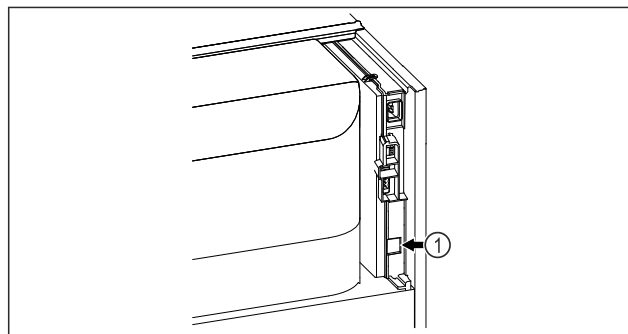

Fig. 184
- ☐ SmartModule Fig. 184 (1) ist eingesetzt.